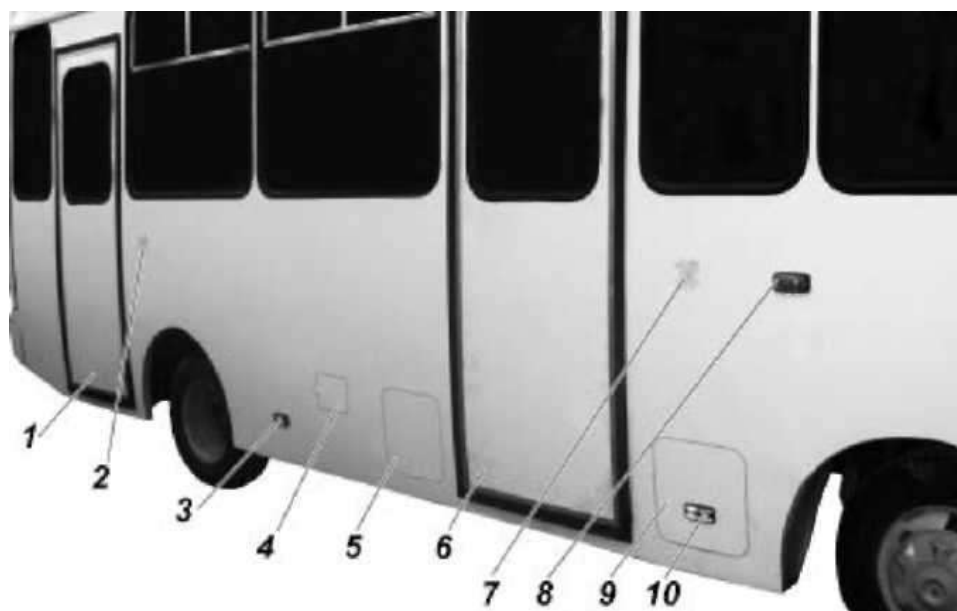

Рис. 3.9 Кнопки аварийного открывания дверей и технологические люки:
Кузов автобуса имеет две двери по правому борту, открывающиеся наружу (рис. 3.9). Управление этими дверьми электрическое, при помощи выключателей, расположенных на центральной панели выключателей (рис. 3.8), с сигнализаторами открытия дверей.
Аварийное открывание дверей автобуса осуществляется кнопками 2, 7 (рис. 3.9), расположенными снаружи на боковине возле каждой двери и кнопкой, закрытой защитной пленкой, внутри салона над дверью (рис. 3.10).
Для доступа к пробке топливного бака откройте лючок 4, расположенный на правой боковине (рис. 3.9).
- двери снабжены устройствами аварийного открывания снаружи 2,7 (рис. 3.9) и изнутри салона автобуса (рис. 3.10);